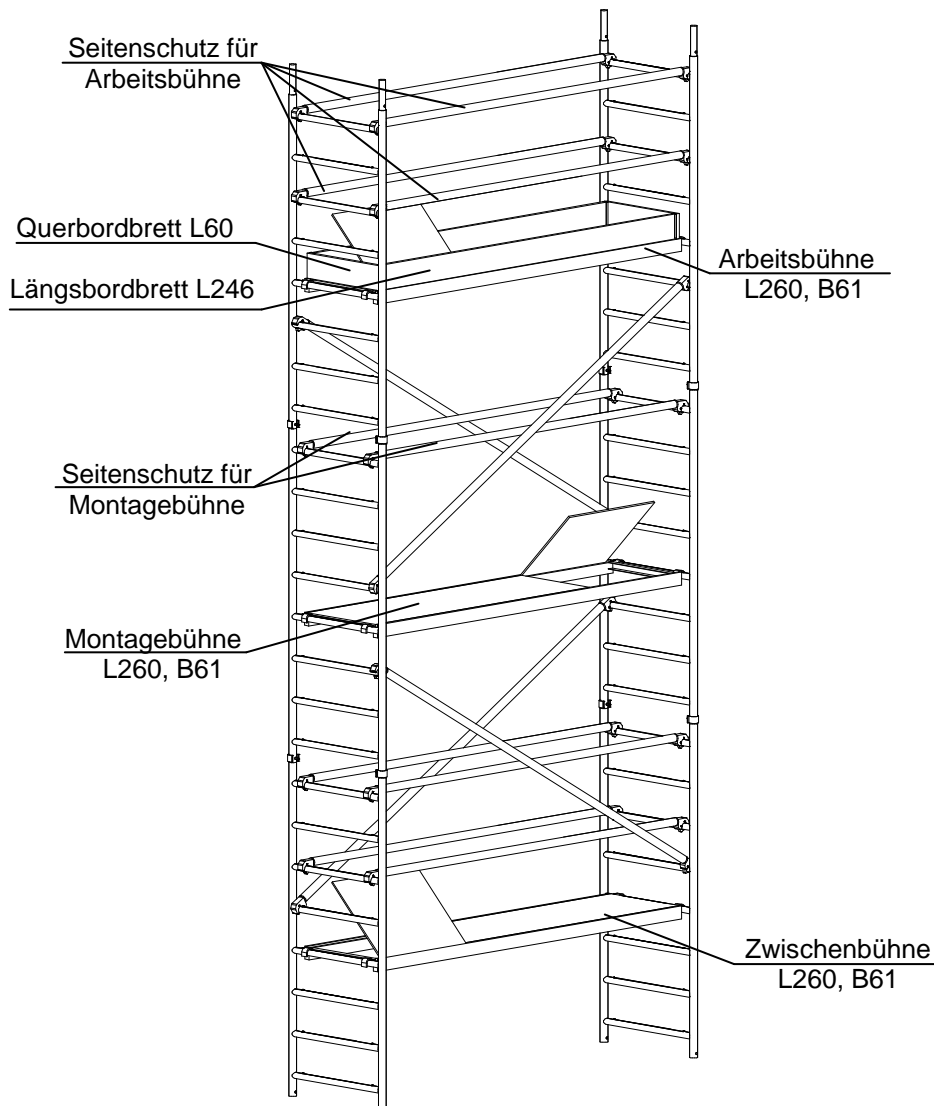

Bild 12: Oberer Gerüstbereich mit Arbeitsbühne
- Oberhalb der Zwischenbühne die nächsten Aufsetzleitern und Vertikaldiagonalen wie bereits zuvor beschrieben und in Bild 12 dargestellt montieren.